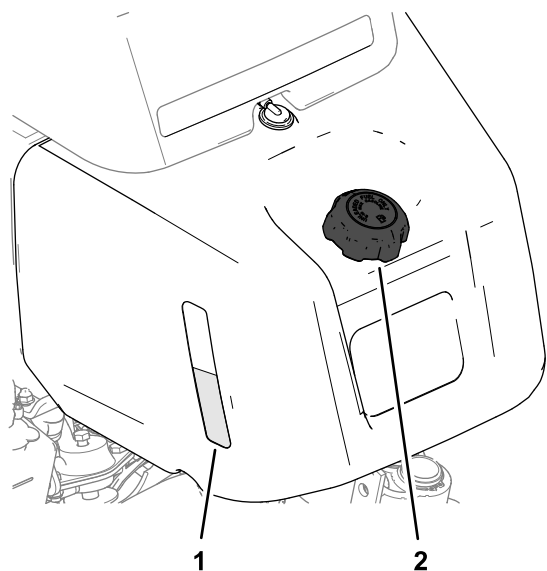
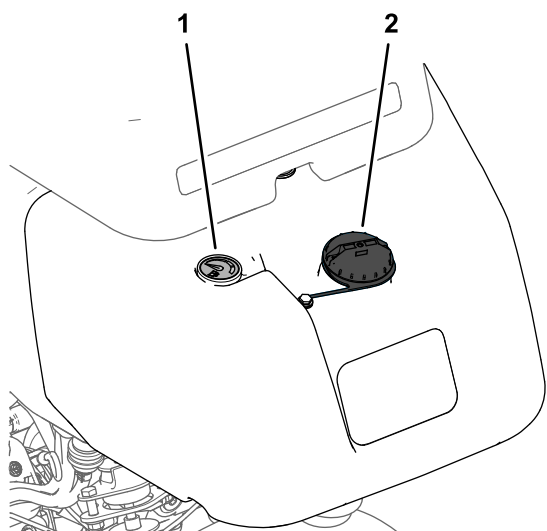

Figura 20
Figura 21
1. Limpe a zona em redor da tampa do depósito de combustível e retire-a (Figura 20 ou Figura 21).